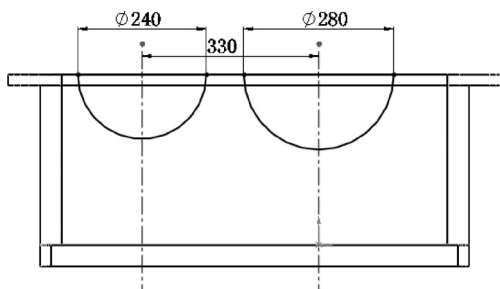

图 9-52 安装孔凸缘草图轮廓绘制
③ 绘制直线。选择菜单栏中的“工具”→“草图绘制实体”→“直线”命令，或单击“草图”控制面板中的“直线”按钮，在草图绘制平面上绘制两条直线，直线的端点分别为大、小圆弧端点。
④ 剪裁草图。选择菜单栏中的“工具”→“草图工具”→“剪裁”命令，或单击“草图”控制面板中的“剪裁实体”按钮，单击轴承安装凸缘草图圆的上半圆裁剪掉多余部分，只剩下半圆，如图 9-52 所示。